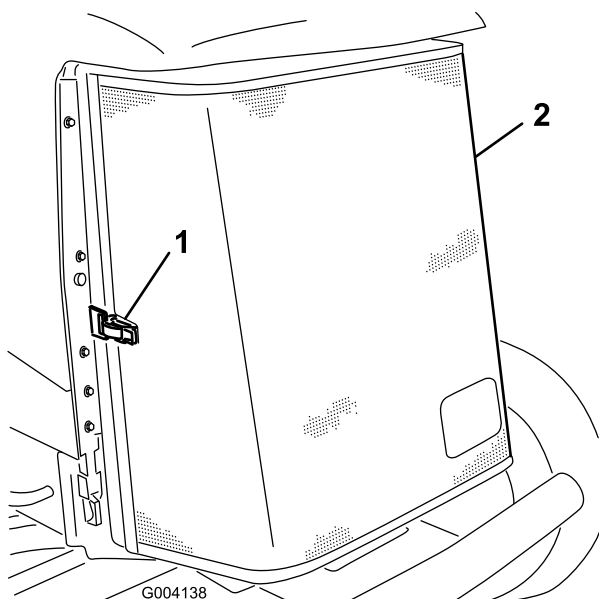

Figura 49
3. Desprenda a braçadeira e articule para abrir o painel traseiro (Figura 49).